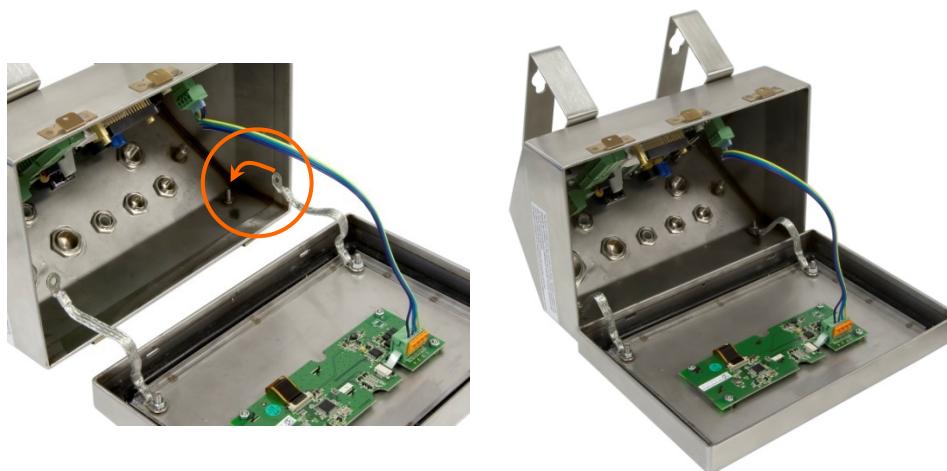

Figure 2-22: Inversion du couvercle
- c. Faites tourner le couvercle avant sur 180 degrés et fixez à nouveau les deux bandes de mise à la terre aux deux goujons près des bagues à l'aide des deux écrous enlevés au cours de l'étape précédente (voir la Figure 2-22). Serrez les deux écrous.